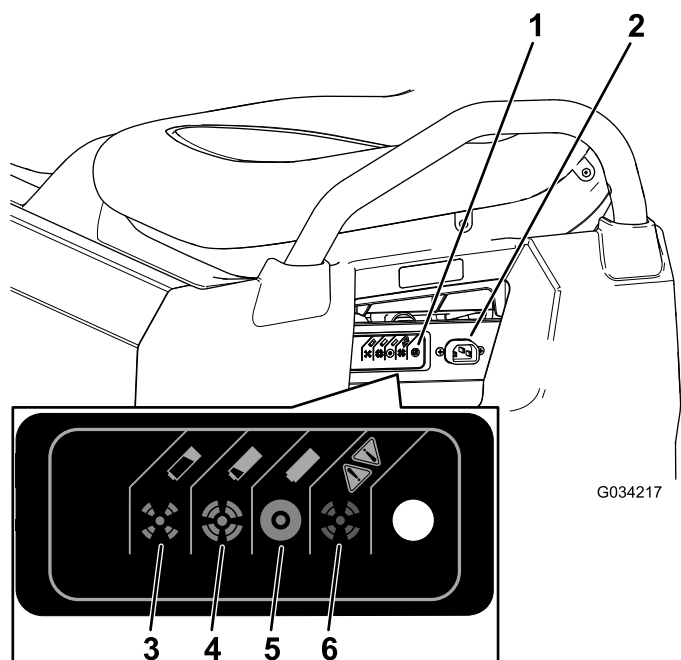

図 37
3. チャージャコードの太さは16 ゲージまたはそれ以上太いもので、長さは2.5 m 以内を、マシンの充電ソケットに接続する 図 37。
充電状態を表す色の意味については、下の表と図 37 で確認してください。